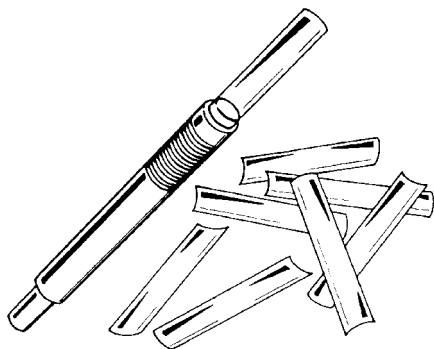

Рис. 5.22. Регулировочные прокладки с фиксатором (С разрешения компании A-1 Security Manufacturing Corp.)
- ☐ Набор регулировочных подкладок (рис. 5.22)